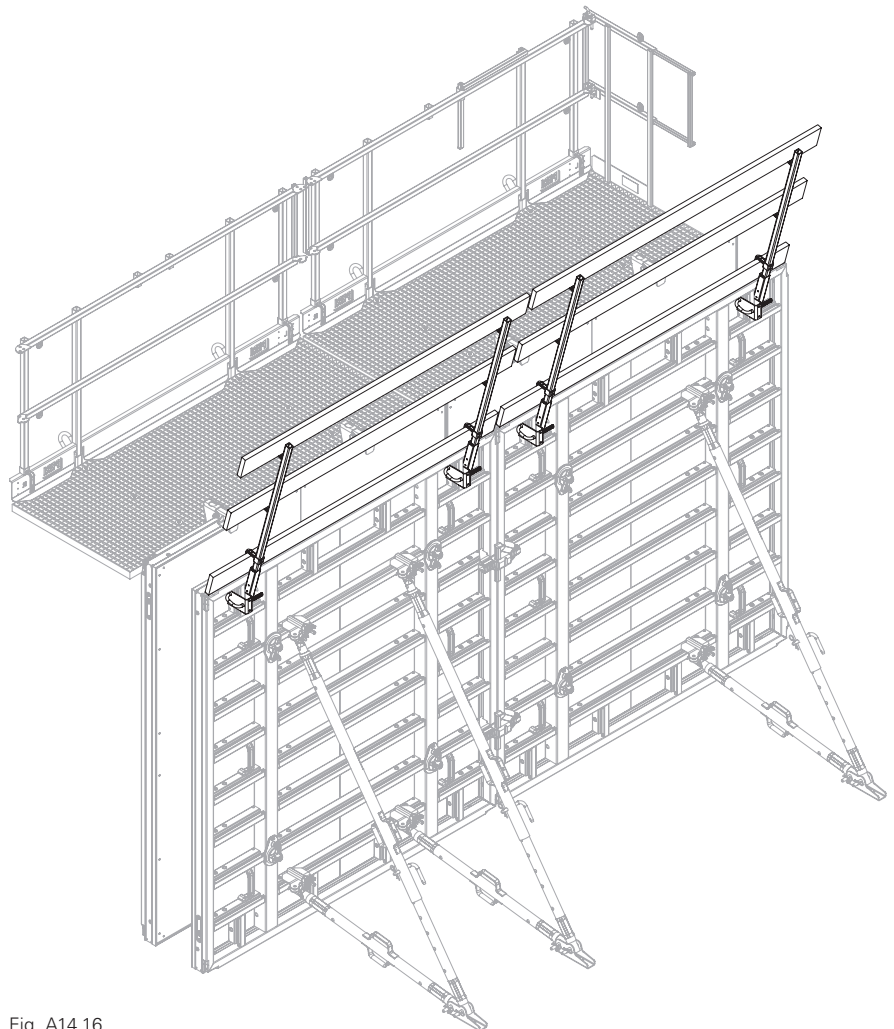

Fig. A14.16
- Shown: Height 2.70 m (Fig. A14.16)